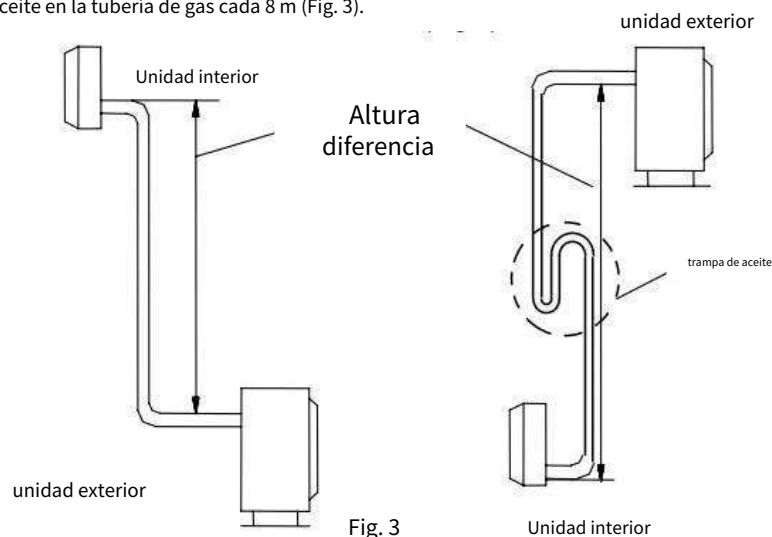

Fig. 3
- Si la posición de instalación de la unidad exterior es más alta que la de la unidad interior y la tubería mide más de 10 m, agregue una trampa de aceite en la tubería de gas cada 8 m (Fig. 3).